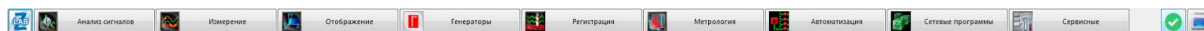

Рис. 2.3 Панель ZETLAB
Конфигурирование устройств, входящих в состав регистратора, производится в программе «Диспетчер устройств», которая располагается в меню «Сервисные» на панели ZETLAB (Рис. 2.3).
9. Также существует возможность, в любое удобное время, самостоятельно запустить ПО «ZETTrends» из меню «Регистрация» панели ZETLAB (Рис. 2.3).